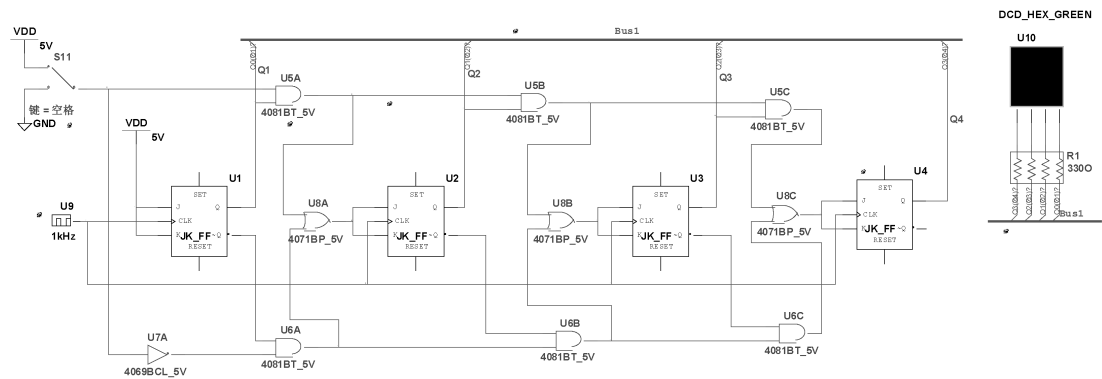

图 12-25 被修改的原理图
3) 单击 **确认(O)** 按钮，弹出进程对话框，更新结束后，完成 PCB 与原理图的统一更新，如图 12-25 所示。